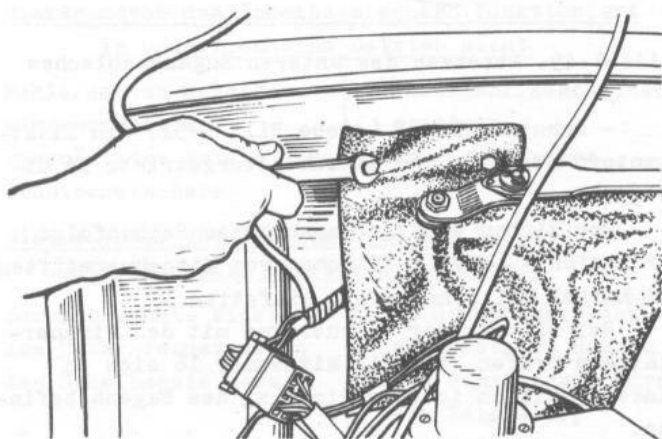

Bild 7-52. Trennen des Lagerbocks des Elektromotors
- drei Befestigungsschrauben (Bild 7-52) des Lagerbocks des Elektromotors losdrehen;